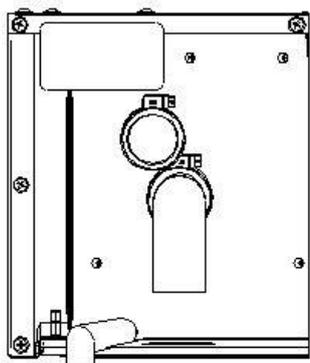

Рис. 9
13. Установить зонт на печь (предварительно снять заднюю стенку зонта): необходимо совместить трубки, выходящие из печи с установленными рукавами (патрубками) с соответствующими патрубками зонта и закрепить их между собой хомутами (см. Рис. 9);